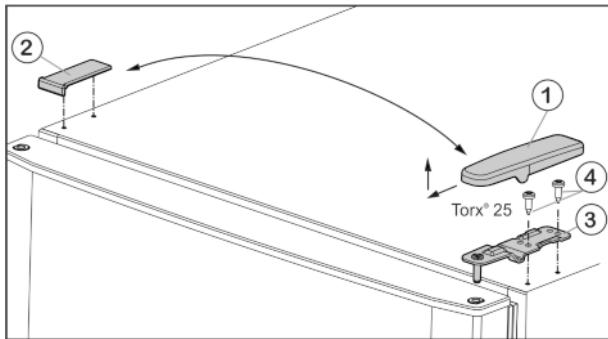

Fig. 6
- ▶ Потяните крышку Fig. 6 (1) вперед и вверх.
- ▶ Снимите крышку Fig. 6 (2).
- ▶ Открутите верхний опорный кронштейн Fig. 6 (3) (2 шт. Torx® 25) Fig. 6 (4) и поднимите вверх.
- ▶ Установите верхний опорный кронштейн Fig. 6 (3) на новой стороне шарнира и защелкните в дверце.
- ▶ Привинтите верхний опорный кронштейн (с моментом 4 Нм) (2 шт. Torx® 25) Fig. 6 (4). При необходимости используйте аккумуляторный шуруповерт.
- Наденьте и защелкните крышку Fig. 6 (1) на противоположной стороне снаружи.
- Также наденьте сверху и защелкните крышку Fig. 6 (2) на противоположной стороне.